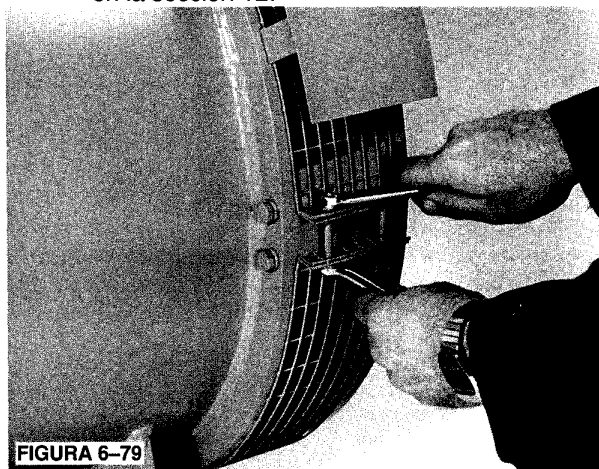

FIGURA 6-79
2.a. En los generadores de un solo cojinete, si el ensamble de pantalla está montado sobre el adaptador, quite los pernos de montaje y quite la pantalla. (Figura 6-79.) (NOTA: No quite la cubierta de goteo, si la tiene, del ensamble de pantalla.) Introduzca dos clavijas de guía en el volante y dos en la caja del volante. Ajuste la posición del generador hasta que los discos impulsores estén pilotados en el volante. Quite las clavijas de guía y asegure los discos con pernos de ubicación Grado 8 y arandelas endu-